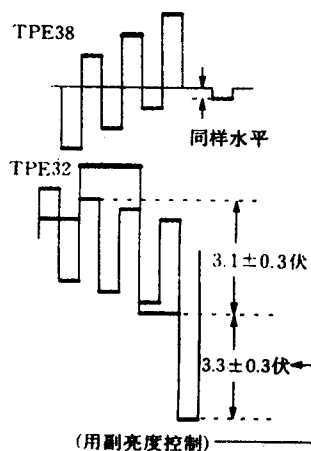

图 17
1. 调整L 650, 以获得如图17所示的波形。
5. 确认波形是否如图17所示。